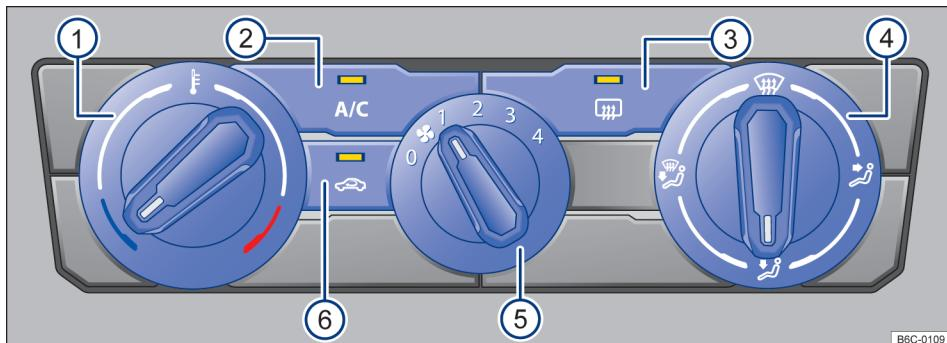

Fig. 84 Comandos do ar-condicionado.
- Ar-condicionado: girar o regulador do ventilador para o nível 0 → Fig. 84 ⑤.
- Ar-condicionado: girar o regulador rotativo esquerdo → Fig. 84 ①.
- *Ar-condicionado*: girar o regulador do ventilador → Fig. 84 (5).
- *Ar-condicionado*: girar o regulador da direita → Fig. 84 (4) para posição desejada.
– *Ar-condicionado*: girar o regulador direito para a posição  → Fig. 84 (4).